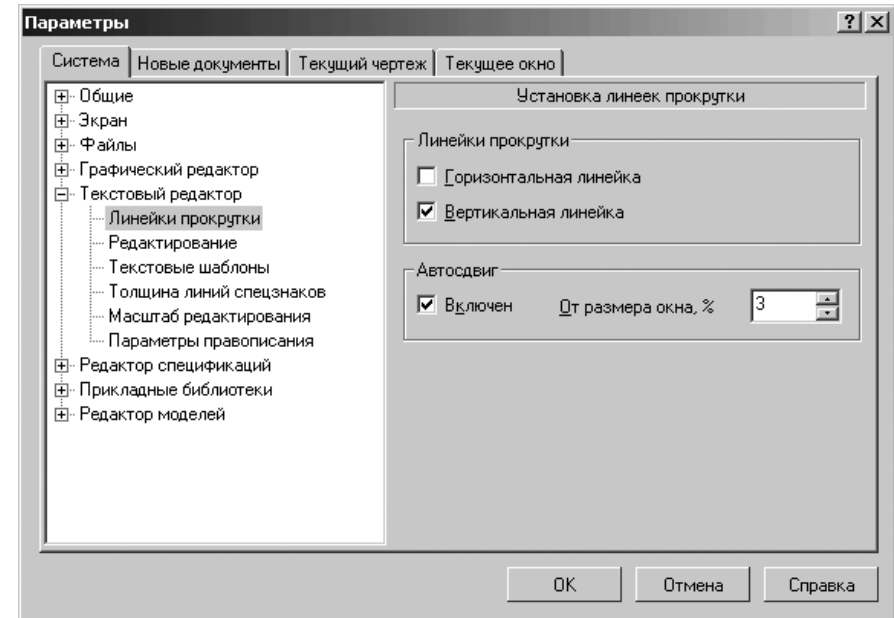

Рис. 9.35. Диалоговое окно **Параметры** с открытой вкладкой **Система** и открытой панелью **Установка лнеек прокрутки**
- щелкните по пункту **Линейки прокрутки**. Откроется в правой части диалогового окна панель **Установка лнеек прокрутки** (рис. 9.35);